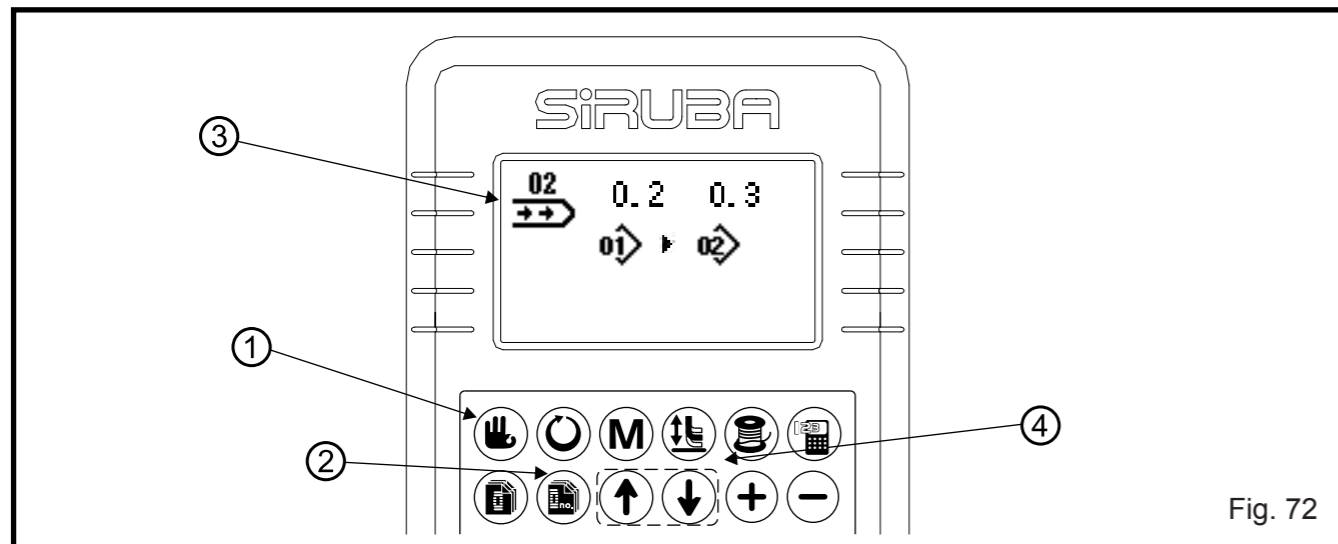

Fig. 72
### (1) Configure para o modo de entrada (Fig. 72)
- b. Quando a luz de fundo da tela LCD for verde (no modo de Costura), pressione a tecla Pronto ① para transferir para o modo de entrada.